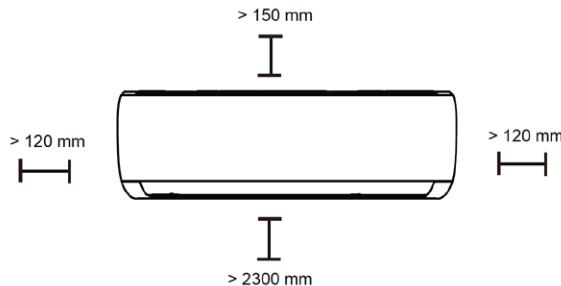

fig. 7 -
**Scelta del luogo di Installazione.** Nel rispetto delle condizioni evidenziate nella sezione "Schemi di Installazione", riportato nel manuale delle unità esterne. Posizionare l'unità il più basso possibile, garantendo comunque i 15cm di spazio libero al di sopra dell'unità. Si raccomanda di rispettare gli spazi indicati ("fig. 7 -"). Prima di procedere al fissaggio alla parete verificare che il muro sia in grado di sopportare il peso dell'unità, il flusso dell'aria non sia ostacolato da tende o altro e che la posizione sia idonea a garantire una diffusione ottimale dell'aria nella stanza.